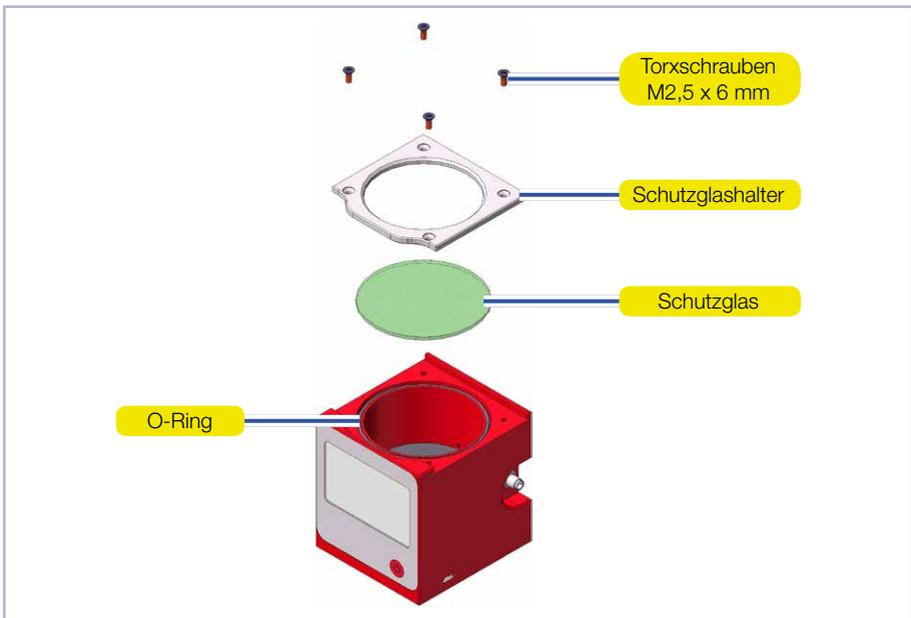

Abb. 16.1: Schutzglas am Cube wechseln
3. Legen Sie das Gerät gemäß der Abb. 16.1 auf Seite 47 ab und nehmen Sie den Schutzglashalter vorsichtig nach oben ab.
6. Setzen Sie den Schutzglashalter gemäß der Abb. 16.1 auf Seite 47 auf.